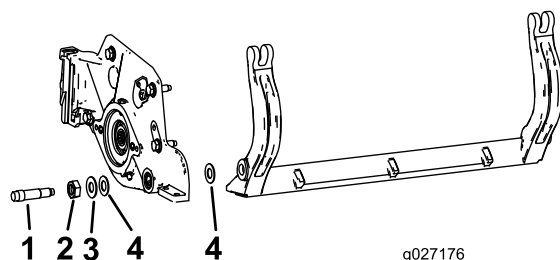

図 25
ベッドバーの両端にそれぞれナイロンワッシャ2枚とスチールワッシャが1枚ずつあるので注意する 図 25。
3. サイドプレートのボスの両側にナイロンワッシャーを入れる。その外側からスチール製ワッシャーを取り付ける 図 25。